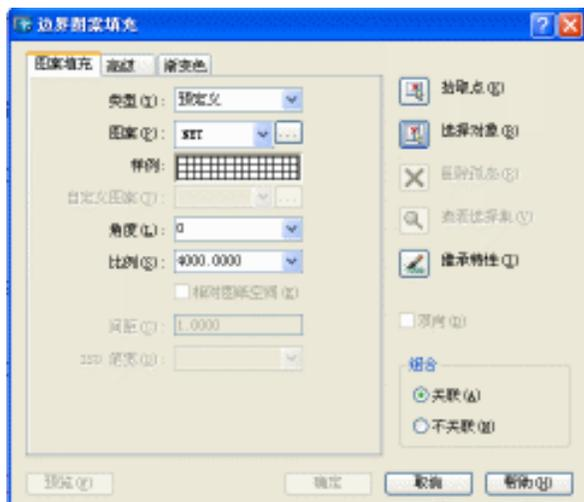

图 6-1-26
**STEP 10** 单击绘图工具栏上的图案填充按钮  或在命令行中输入 bh 并按回车键, 弹出边界图案填充对话框, 如图 6-1-26 所示。
**STEP 12** 在该对话框中单击  (NET) 图案, 再单击“确定”按钮, 返回到如图 6-1-26 所示的对话框中, 将该对话框中的“比例”改为 4800, 再单击该对话框中“选择对象”旁边的  按钮, 又返回到绘图界面, 单击上面已绘制好的填充边界线, 按回车键又返回到该对话框, 再单击“确定”按钮。
填充的方格图案，又会弹出如图 6-1-26 所示的对话框，可以在这里修改比例，该比例 = 现在的比例 × 需要的尺寸（这里是 600） ÷ 测量得到的尺寸。